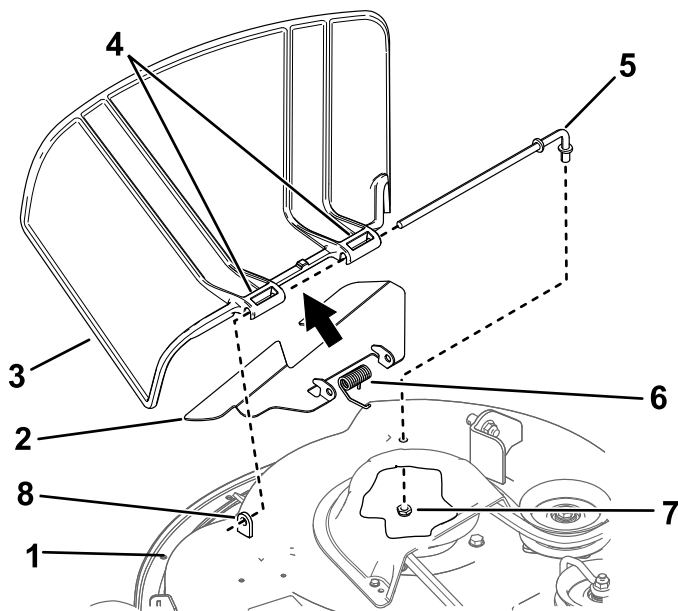

Figure 76
1. Retirez l'écrou ($\frac{3}{8}$ ") de la tige, sous le plateau de coupe (Figure 76).
2. Sortez la tige de la courte cheville de positionnement, du ressort et du pivot du déflecteur d'herbe (Figure 76).
4. Montez le nouveau déflecteur d'herbe (Figure 76).
7. Insérez la tige dans le second pivot du déflecteur d'herbe (Figure 76).
9. Fixez l'extrémité arrière de la tige dans le plateau de coupe à l'aide d'un écrou ($\frac{3}{8}$ "), comme montré à la Figure 76.